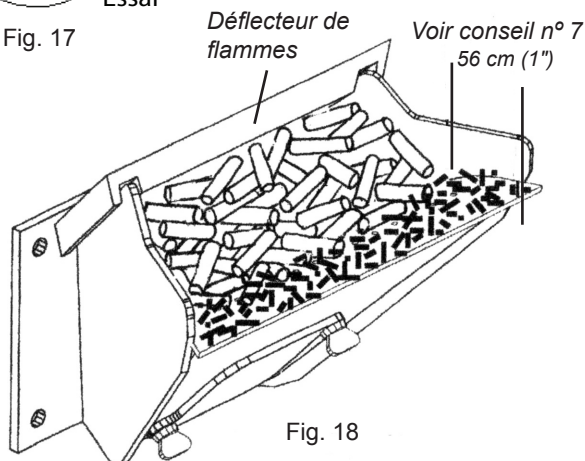

Fig. 18
7. Réglez le bouton de réglage de l'alimentation de façon à obtenir une combustion maximale : Avec le bouton de réglage de l'allumeur sur AUTO, placez le sélecteur de mode sur « Stove Temp » et mettez le ventilateur sur H. Mettez le bouton de réglage de la température sur 7. Laissez le poêle fonctionner environ 30 minutes, puis vérifiez les cendres à l'avant du pot de combustion (figure 18). Si le lit de cendres est supérieur à 2,5 cm (1"), augmentez le réglage de l'alimentation de 4 à 5. Laissez brûler 30 nouvelles minutes et vérifiez de nouveau. Si vous n'arrivez pas à obtenir un lit de cendres de moins de 2,5 cm (1") au réglage n° 6, ce n'est pas un problème. Le lit de cendres de 2,5 cm (1") est seulement obtenu avec un taux de combustion maximal, et avec la plupart des réglages normaux, vous obtiendrez un lit plus épais.